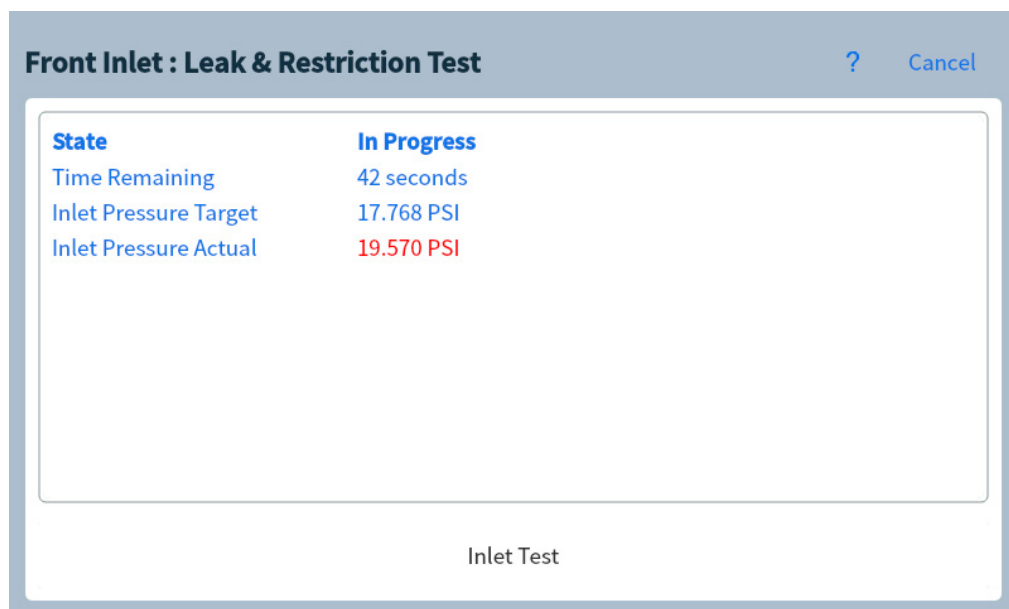

Figure 31. Page de test de fuite et de restriction
- 3 Sélectionnez **Démarrer le test**. Le test est lancé. Les détails du test sont affichés avec les résultats du test. Voir **Figure 31**.